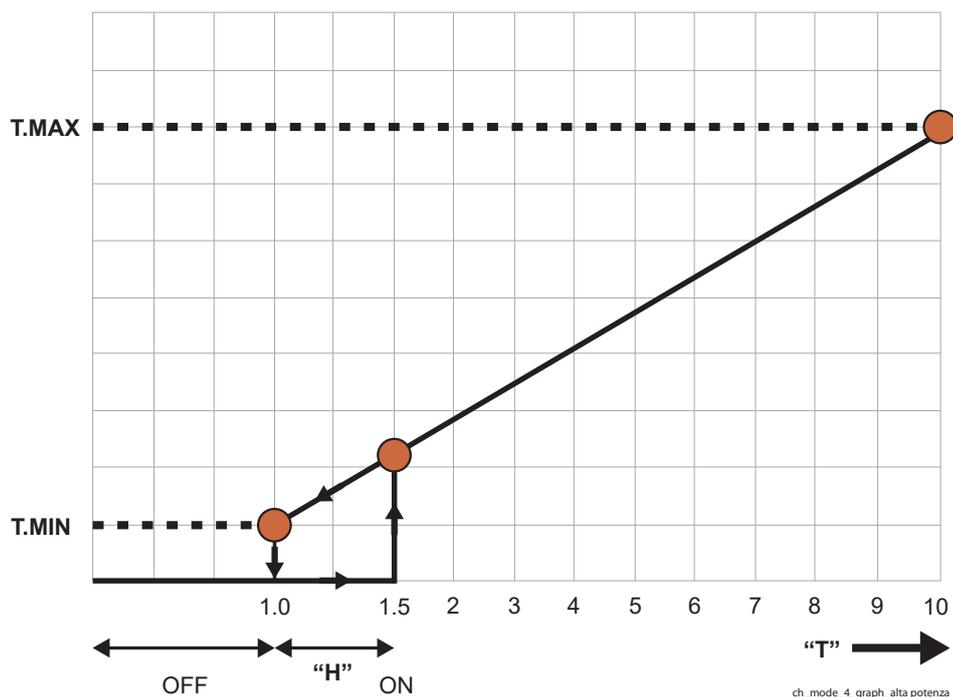

Figura 5-23 - Algoritmo 0-10 Vdc
- 3.-ora l'apparecchio può essere controllato tramite il segnale 0-10 Vdc secondo le regole di cui in Figura 5-23.
Legenda Figura 5-23